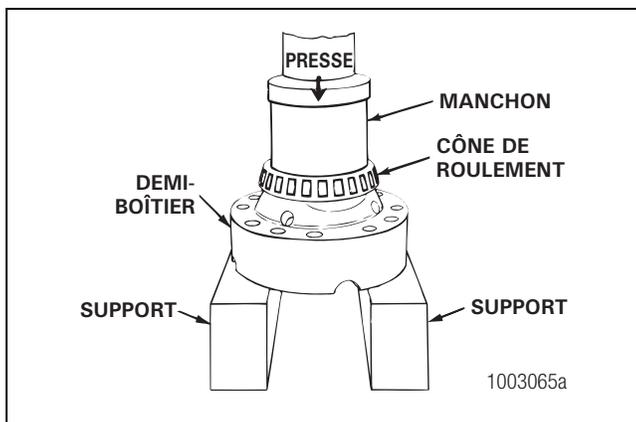

Figure 5.41
- Utiliser une presse et un manchon de diamètre approprié pour loger les cônes de roulement sur les demi-boîtiers de différentiel. Figure 5.41.